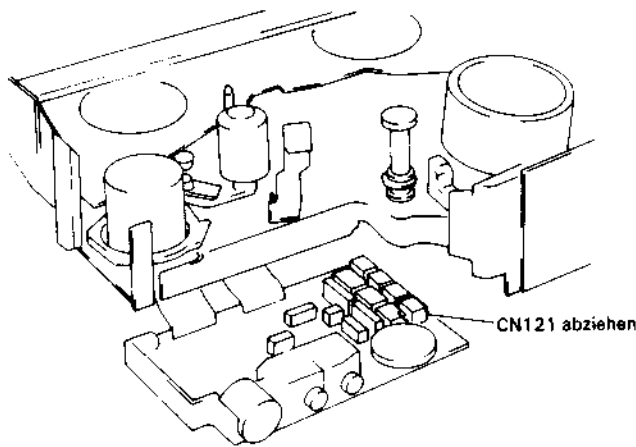

Abb. 2.63 Ausbau des Kassettenhalterschalters
Ausbau des Kassettenhalterschalters (Abb. 2.63, 2.64)
3. Den Stecker CN121 abziehen (siehe Abb. 2.63).